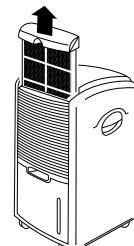
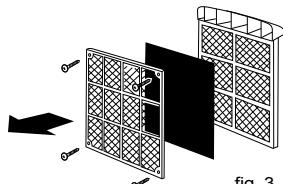

fig. 1
fig. 3
- Выньте держатель фильтра, снимите фильтр из активированного угля. (рис. 1 и рис. 3)